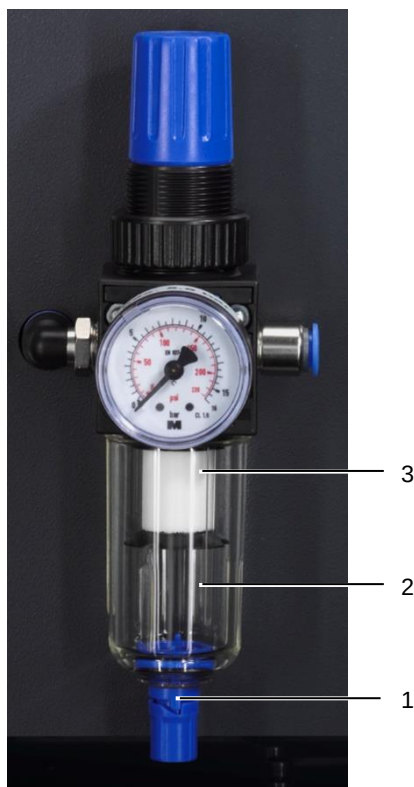

Fig. 29: Trykkluftvedlikeholdsenhet
- For å tappe kondensvannet trykker du tappeskruen (fig. 29, pos. 1) oppover.
- For å skifte filter skruer du løs kondensvanntanken (fig. 29, pos. 2) og vrir ut filteret (fig. 29, pos. 3).